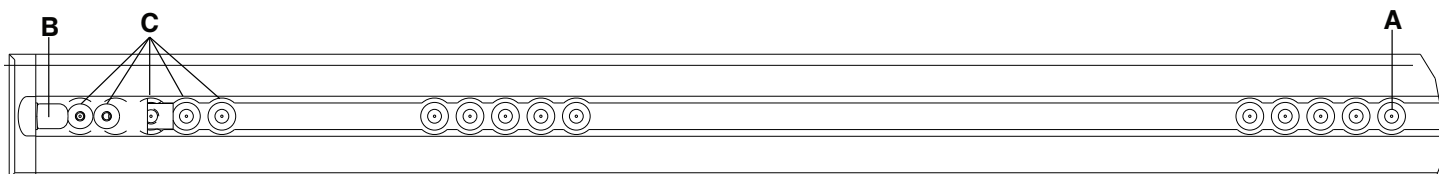

Figura 7 – Posizione localizzatore piastra a pavimento - lato piedi
Nota - Se in precedenza è stata installata la piastra a pavimento senza il cavo di ancoraggio al veicolo, misurare 7,6 cm o 17,8 cm verso il lato testa dalla posizione A del localizzatore (Figura 7). Marcare la posizione al centro del canale. Questa sarà la posizione di ingresso elettrico. Vedere la sezione Installazione della piastra a pavimento (6390-009-020) per istruzioni sul collegamento elettrico.
Nota - Il gancio di sicurezza (B) e le posizioni dei fori di montaggio supplementari (C) sono illustrati solo a titolo di riferimento (Figura 7) e non vengono utilizzati per l'installazione del sistema **Performance-LOAD**.